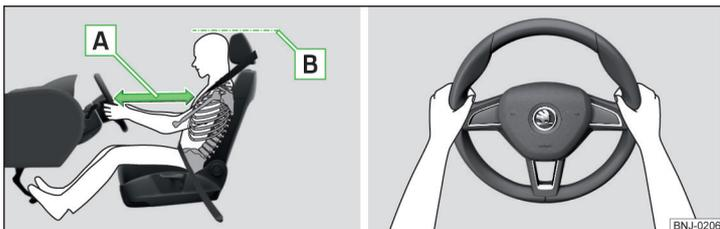

Fig. 2 Posição correta do banco do condutor / posição correta do volante
- ✓ Regular o volante, de forma a que a distância » Fig. 2 - A entre o volante e o esterno seja, no mínimo, de 25 cm.
- ✓ Regular o apoio de cabeça de modo, a que a parte superior do apoio fique, tanto quanto possível à mesma altura que a parte superior da sua cabeça » Fig. 2 - B (não se aplica para bancos com apoio de cabeça integrado).
- Durante a viagem, segure o volante com ambas as mãos, lateralmente e pela parte exterior nas posições das «9» e «3» horas » Fig. 2. Nunca segure o volante na posição das «12» horas ou de qualquer outra maneira (p. ex., pelo centro do volante, pelo interior do volante e semelhante). Caso contrário, no disparo do airbag poderão surgir ferimentos graves nos braços, nas mãos e na cabeça.
- ✓ Ajuste o encosto de cabeça, de modo a que a parte superior do encosto fique, tanto quanto possível, à mesma altura que a parte superior da sua cabeça » **Fig. 2 na página 11 - [B]**.
- ✓ Ajuste os apoios de cabeça, de modo a que a parte superior dos apoios fique, tanto quanto possível, à mesma altura que a parte superior da cabeça » **Fig. 2 na página 11 - [B]**.